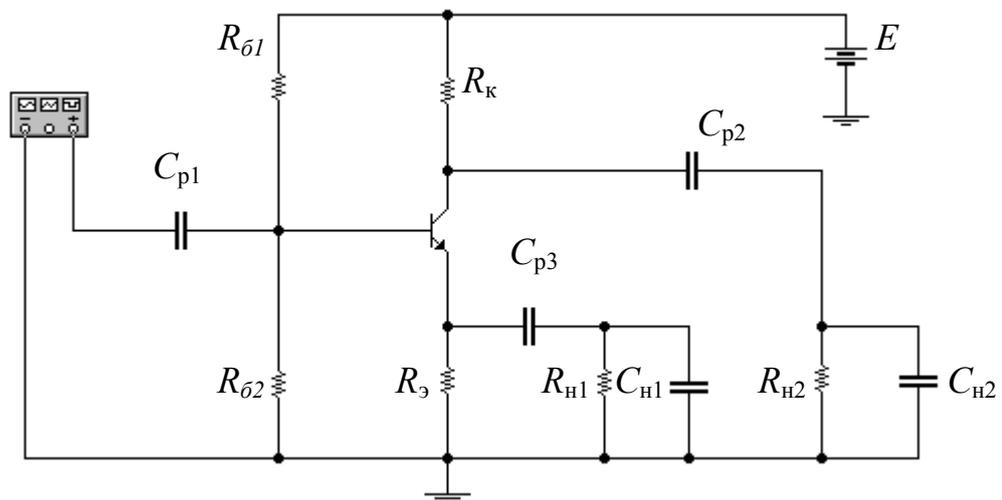

Рис. 7.3. Фазоинверсный каскад с разделенной нагрузкой, каждое плечо которого нагружено сопротивлением и емкостью (C_H и R_H).
2. Подключите к выходам сопротивления нагрузки (по очереди 1, 3 и 10 кОм) и оцените изменение коэффициентов передачи (при подключении сопротивлений нагрузки используйте разделительные конденсаторы), пример подключения см. на рис. 7.3.